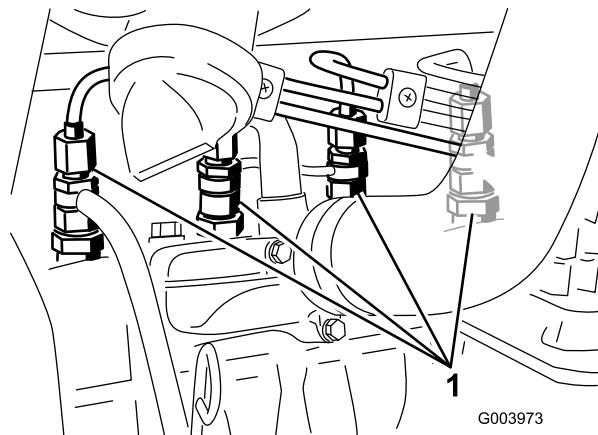

Figure 40
- Desserrez le raccord entre l'injecteur N° 1 et le porte-injecteurs (Figure 40).